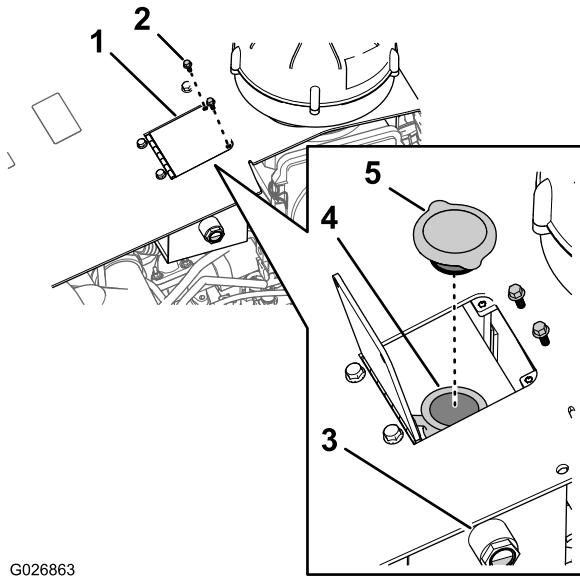
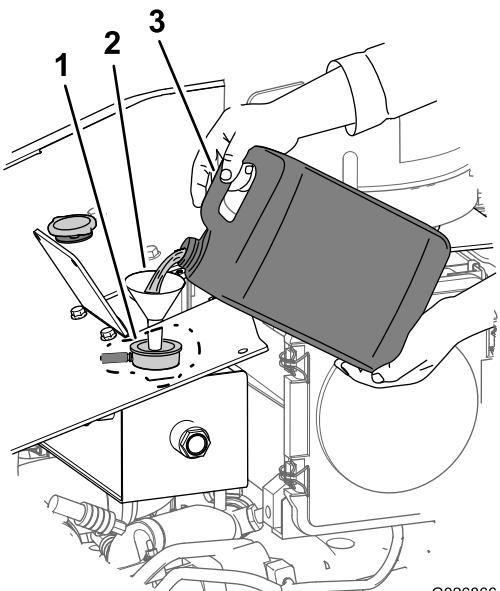

Figura 98
Figura 105
4. Verifique o nível de líquido de arrefecimento pelo visor de nível na lateral do tanque de equilíbrio de pressão (Figura 98).
- A. Remova os 2 parafusos sextavados de fixação da porta do reservatório ao capô da máquina, e abra a porta do reservatório (Figura 98).
- B. Remova a tampa do reservatório de recuperação e adicione líquido de arrefecimento até o nível atingir o ponto intermediário do visor de nível (Figura 98).
2. Remova os 2 parafusos sextavados de fixação da porta do reservatório ao capô, e abra a porta (Figura 98).
3. Remova a tampa do tanque de recuperação (Figura 98).
1. Remova a tampa do radiador do tanque de recuperação (Figura 98).
2. Encha o sistema de arrefecimento com a mistura de arrefecimento especificada (Figura 105) até que o nível de fluido esteja até ao ponto intermediário no visor de nível (Figura 98).
3. Instale a tampa do tanque de recuperação (Figura 98).
7. Feche e fixe a porta do reservatório ao capô com os 2 parafusos sextavados (Figura 98) que foram